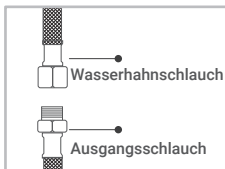

Abbildung 5
- Wenn der Wasserhahnschlauch 3/8" beträgt, kann er direkt mit dem Auslassschlauch verbunden werden. (Abbildung 5)